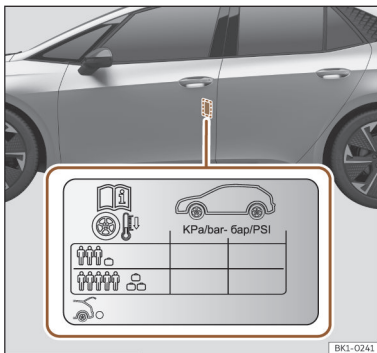

Fig. 189 Localização do autocolante da pressão de ar dos pneus.
- Adapte a pressão dos pneus à carga transportada pelo veículo >>> **Fig. 189.**
Os valores da pressão de enchimento indicam-se na etiqueta autocolante situada na zona posterior da moldura da porta dianteira esquerda >>> **Fig. 189.**
A pressão dos pneus tem de ser ajustada à carga momentânea do veículo. Se pretender utilizar o veículo com a carga máxima, terá de aumentar a pressão dos pneus para o valor máximo indicado na etiqueta >>> **Fig. 189.**
No caso de uma roda de emergência mais estreita (125/70 R16 ou 125/70 R18), encher a 4,2 bar de pressão segundo indicado na etiqueta de pressão dos pneus >>> **Fig. 189.**
- O condutor é responsável por garantir que todos os pneus do veículo estejam cheios com a pressão correta. A pressão de ar recomendada é indicada num autocolante >>> Fig. 189.
- Com os pneus a frio, deverá manter-se sempre a pressão indicada no autocolante >>> Fig. 189.